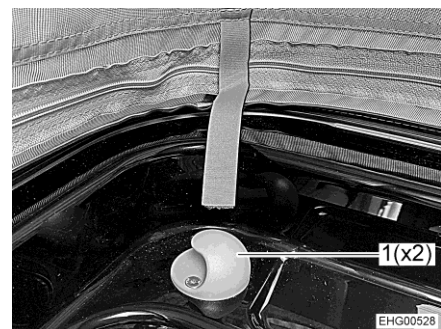

Bild 37 Hållare
- Haka fast skyddsnätet på de två hållarna (Bild 37,1).